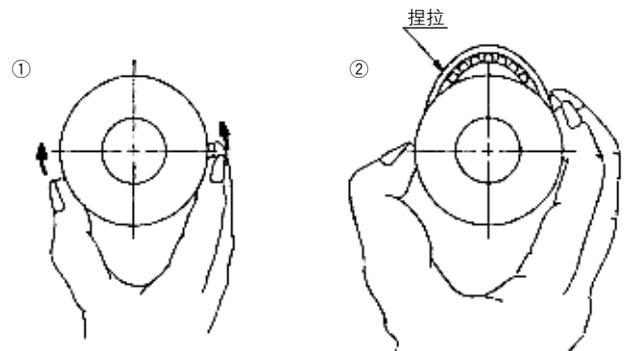

图7
②取下活塞密封圈
- 由于活塞密封槽较深,所以不能再用精密螺丝刀拆卸,而是照图7那样沿密封圈外围的一侧推向另一侧,直到密封圈从密封槽中凸出来便可以取出。